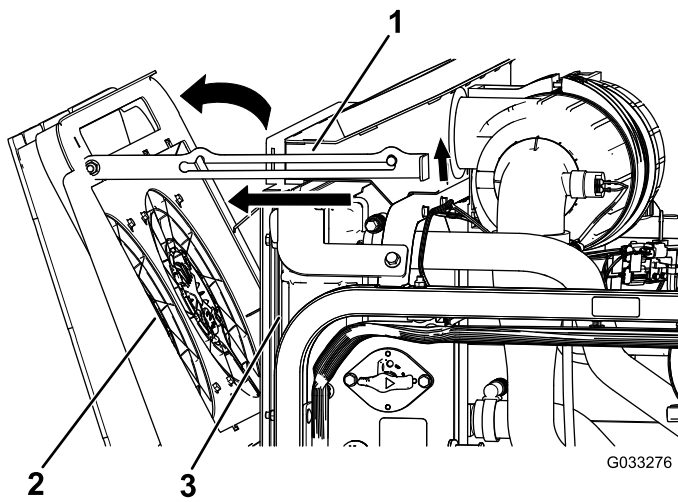

Bild 120
2. Drehen Sie die Kühlventilatoren des Motors zur Rückseite des Kühlers und arretieren Sie die Stützstange in der Kerbe (Bild 120).